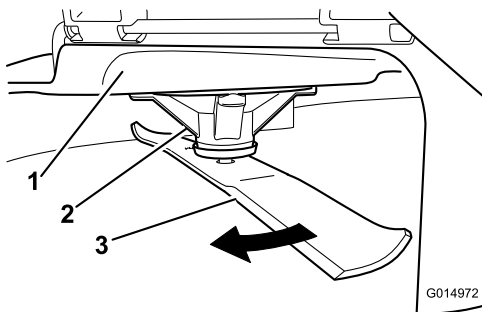

Figura 43
- Llevando guantes fuertemente acolchados u otro tipo de protección apropiada para las manos, gire la cuchilla a medir lentamente hasta una posición que permita medir eficazmente la distancia entre el filo de corte y la superficie nivelada en la que descansa la máquina (Figura 43).